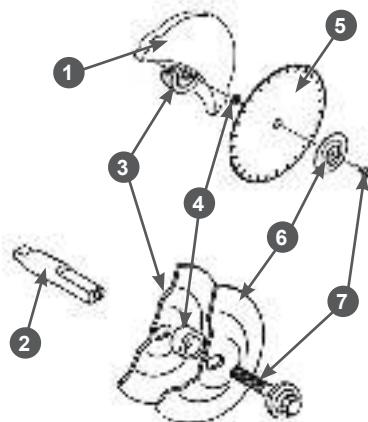

Рис. 4 Установка отрезного диска
- Открутите болт 7 крепления, снимите прижимную шайбу 6 и переходник 4 (Рис. 4). Убедитесь, что переходник 4 на валу шпинделя 2 соответствует центральному отверстию отрезного диска 5 (Рис. 4).
4. Установите отрезной диск. Для этого поместите диск 5 на переходник 4 между внутренней шайбой 3 и прижимной шайбой 6 (Рис. 4). Установите болт крепления 7 (Рис. 4) отрезного диска, не затягивая его. Заблокируйте вращение диска. Вставьте стопор в отверстие режущего узла и поверните диск, пока он не зафиксируется (Рис. 6).